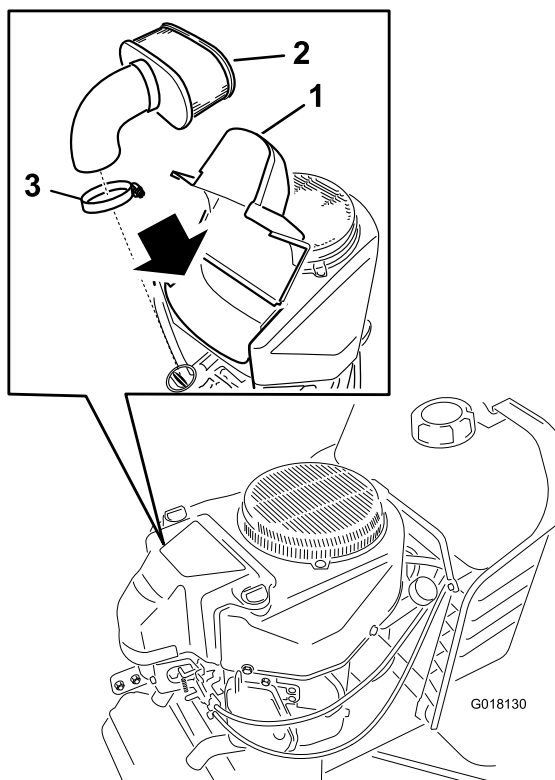

Figura 20
5. Sollevate il coperchio e rimuovete la fascetta stringitubo che assicura il gruppo filtro dell'aria al motore (Figura 20).
6. Allentate la fascetta stringitubo e rimuovete l'elemento (Figura 20).